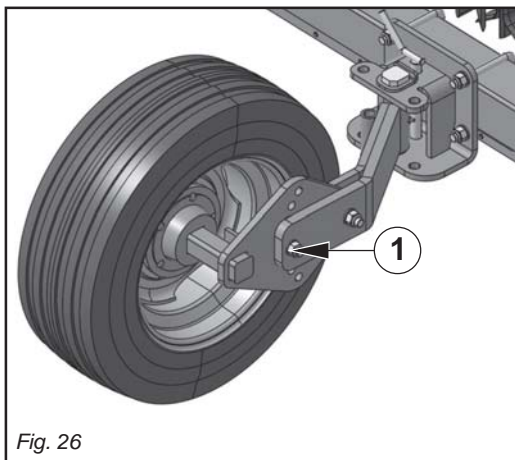

Fig. 26
- Regolare l'altezza di lavoro operando sulle ruote, svitando il bullone di tenuta, alzare la ruota all'altezza voluta, quindi reinserire il bullone nel foro prescelto (1 Fig. 26).
- *Set the working height by adjusting the wheels, unscrewing the holding bolt. Raise the wheel to the desired height then replace the bolt in the proper hole (1 Fig. 26).*
- reglați înălțimea de lucru prin intermediul roților, deșurubați bulonul de siguranță, ridicați roata la înălțimea dorită, apoi reintroduceți bulonul (1 Fig. 26).